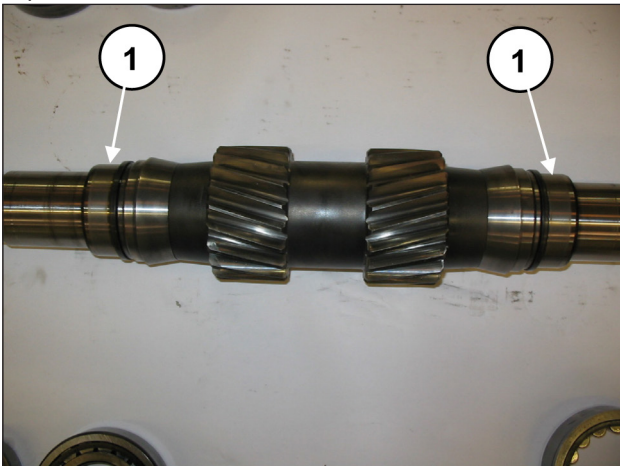

Abb. 52
Montieren Sie vorläufig die Zapfwelle: setzen Sie die 2 Innenringe der Lager (einen pro Seite) auf die Zapfwelle (Pos. ①, Abb. 52).